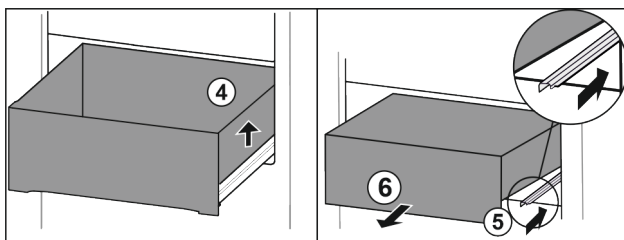

Fig. 91
- ▶ Løft skuffen i højre side. Fig. 91 (4)
- ▶ Skub den højre skinne ind. Fig. 91 (5)
- ▶ Tag skuffen ud fremefter. Fig. 91 (6)